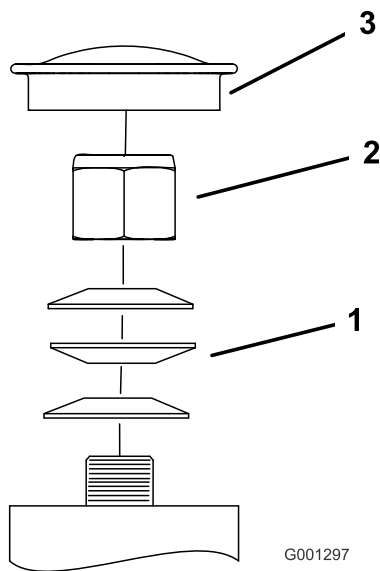

Figura 59
3. Retire el tapón anti-polvo de la rueda giratoria y apriete la contratuerca (Figura 59).
4. Apriete la contratuerca hasta que las arandelas de muelle estén planas, luego afloje la contratuerca 1/4 de vuelta para establecer la pre-carga correcta de los cojinetes (Figura 59).
Importante: Asegúrese de que las arandelas de muelle están correctamente instaladas, según muestra Figura 59.
5. Coloque el tapón anti-polvo (Figura 59).